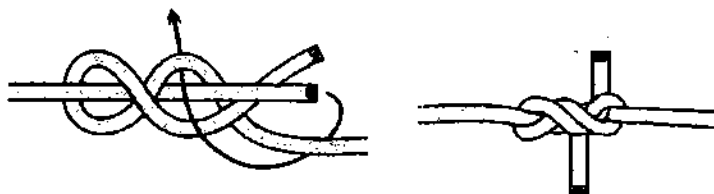

Рис. 778. Кинжальный узел.
*Кинжальный* и *улучшенный кинжальный узел* считаются одними из лучших узлов для связывания тросов большого диаметра (рис. 778, 779). Этими узлами моряки связывали толстые канаты. *Кинжальный узел* не хитрый, компактный, очень крепкий и надёжный, он легко развязывается после использования, если ослабить одну из крайних петель. *Кинжальный узел* примечателен ещё и тем, что он отлично держит даже на гладкой синтетической верёвке. *Улучшенный кинжальный узел* можно с успехом вязать и на синтетических лесках, на которых он выходит очень компактный.